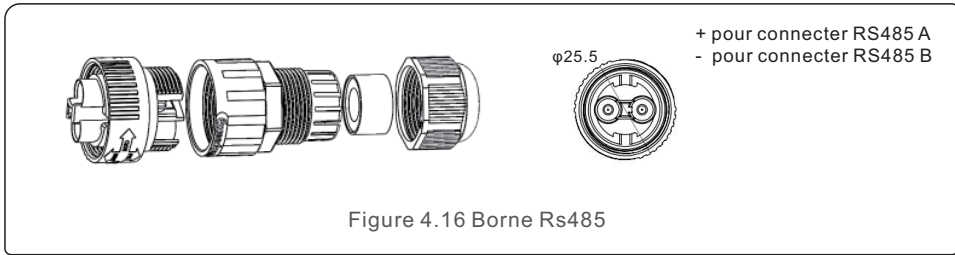

Figure 4.16 Borne Rs485
a. Se référer à la figure 4.16. Les bornes RS485 pour l'onduleur et l'EPM sont déjà assemblées. Conseils : Câble RS485 : de préférence 0,5 mm² ; max. 1,0 mm².